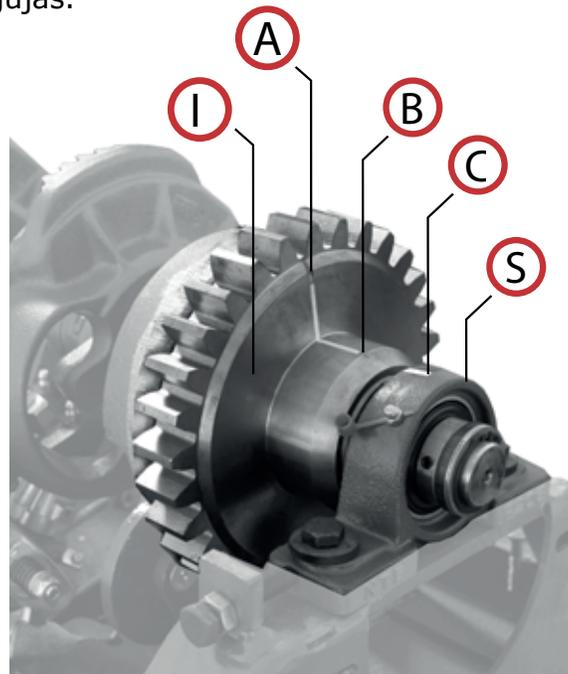

Fig.10
5. Gire el engrane (Fig. 10) en sentido contrario de las manecillas del reloj (Fig. 10) hasta que las señales (A), (B) y (C) concuerden unas con otras y entonces remplace el perno de seguridad de las agujas.